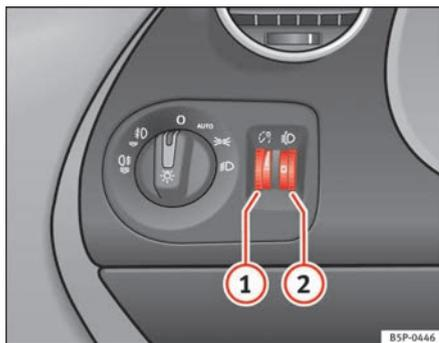

Fig. 74 Painel de instrumentos: reguladores da iluminação dos instrumentos, dos comandos e do alcance dos faróis
Com a luz acesa, é possível regular a intensidade da iluminação dos instrumentos e dos interruptores, rodando a roda recartilhada ⇒ fig. 74 ① continuamente.